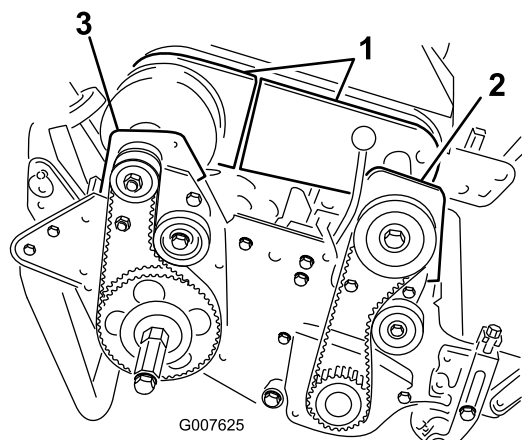

Figura 42
4. Rimuovete i bulloni che fissano la sezione anteriore e posteriore della copertura del differenziale all'alloggiamento del differenziale stesso e fate scorrere le sezioni della copertura in modo da scoprire la cinghia (Figura 42).
6. Togliete i 2 bulloni e i dadi di bloccaggio che fissano la sede frizione anteriore alla piastra laterale (Figura 42).
8. Togliete i 2 bulloni e i dadi di bloccaggio che fissano la sede cuscinetto posteriore alla piastra laterale (Figura 42).